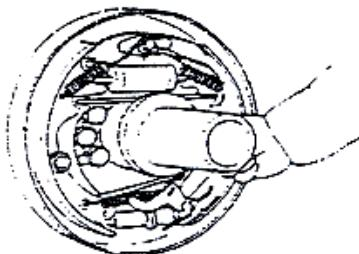
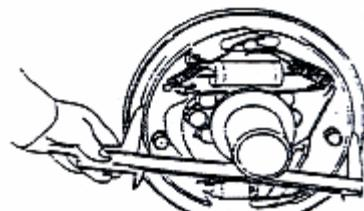

Рис. 2-28
Рис. 2-29
- (8) Смонтируйте тормозную колодку на фиксированную ось, затем установите возвратную пружину на тормозную колодку. Сначала установите основную тормозную колодку, затем вспомогательную. См. Рис. 2-28.
- (9) Установите регулятор, пружину регулятора, толкатель, возвратную пружину толкателя. При установке обратите внимание на следующие моменты:
- (10) Присоедините тормозные трубы к колесным цилиндрам.
(11) Измерьте внутренний диаметр тормозного барабана и наружный диаметр тормозных колодок, затем при помощи регулятора установите зазор между колодками и тормозным барабаном, равный 0,3мм - 0,5мм. См. Рис. 2-29